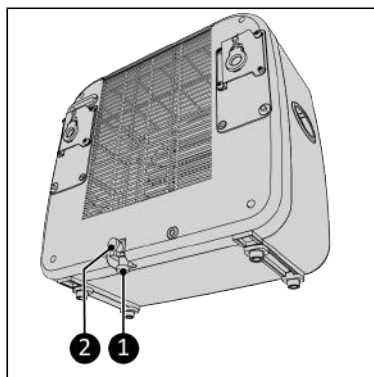

Abbildung 36.
1. Entfernen Sie eine der zwei Verschlusskappen (Abbildung 36, Pos. 1 oder Pos. 2).
- beide Verschlusskappen des Innengeräts sind montiert (Abbildung 36, Pos. 1 und 2);
2. Schließen Sie den mitgelieferten Ablaufschlauch an der Unterseite des Innengeräts an, siehe Abbildung 36.